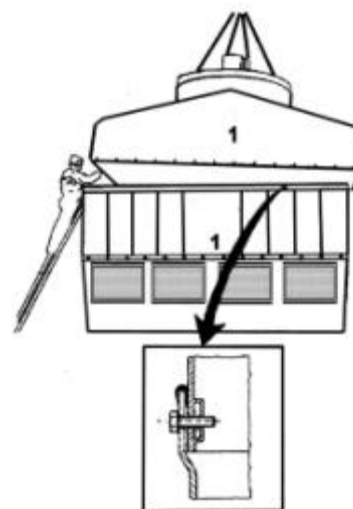

Fig. 9
- Assembly of upper cap and casing (Figure 9):
Union du capuchon et la carcasse (Figure 9):
Unión de caperuza y envoltorio (fig. 9):